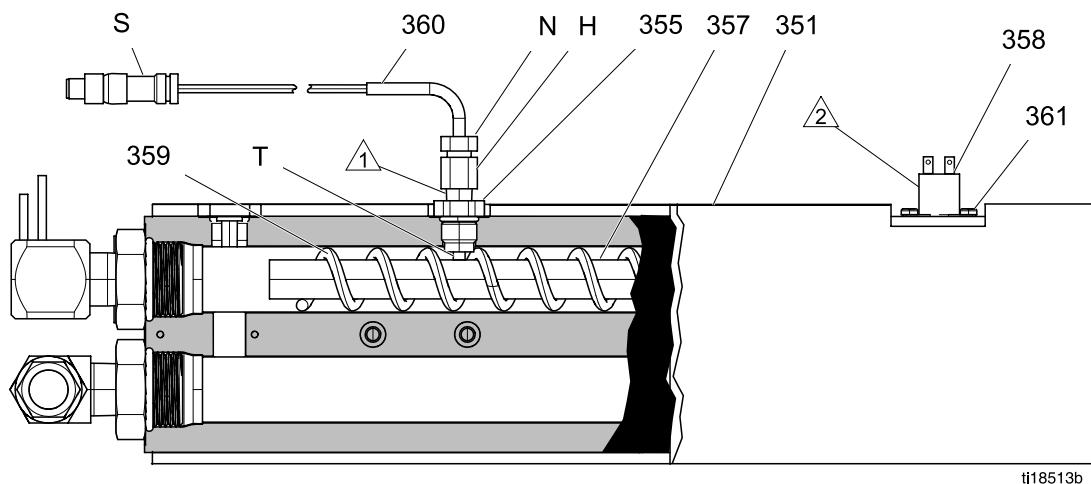

Figure 25
16. För att ta bort värmeelementen, ta först bort RTC (360) för att undvika skada. Se steg 7, Byt ut RTD, page 83.
17. Ta bort värmeelementen (357) från huset (351). Var försiktig så att ingen vätska spills i huset. Se Fig. 25.
19. Installera nytt värmeelement (357), och håll i blandaren (359) så att den inte blockerar RTD-port (P).
20. Ominstallera RTD (360), Byt ut RTD, page 83.
22. Sätt tillbaka värmarhölje (266).